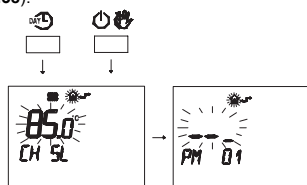

Fig. 2.38
- 2 Одновременно нажать кнопки с для доступа в режим прозрачного программирования ( Fig. 2.38).